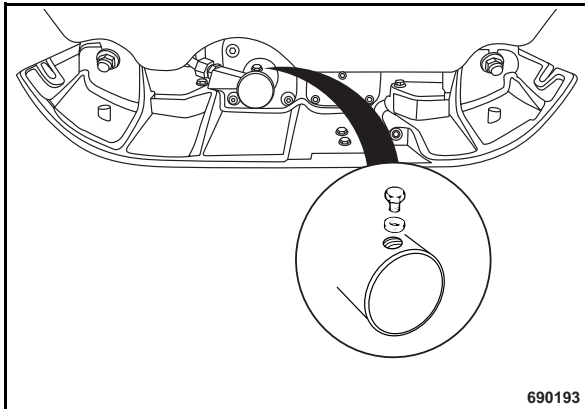

Fig. 80
- Slacken the bleeding screw (Fig. 80).